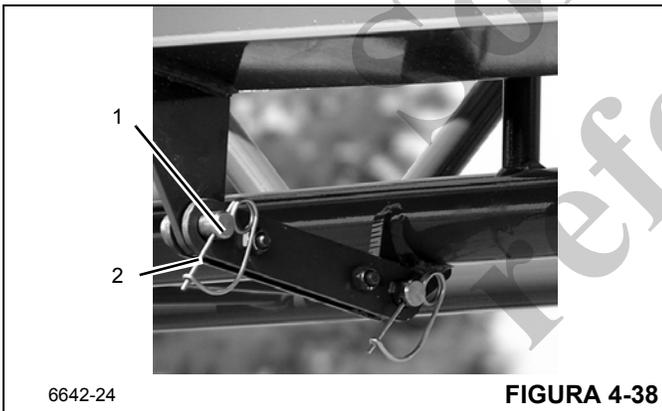

FIGURA 4-38
3. Saque la pinza de retención (2) (Figura 4-38) y extraiga el pasador de almacenamiento de plegado doble (1).